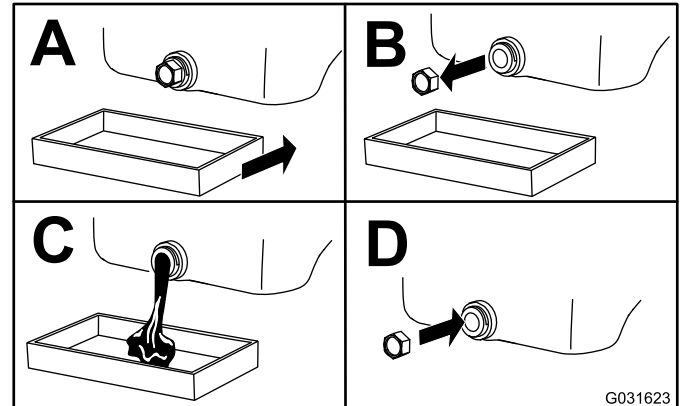

Figure 22
- A. Retirez le bouchon de vidange pour permettre la vidange de l'huile moteur existante (Figure 22).
- B. Remettez le bouchon de vidange en place (Figure 22). Serrez la bougie à 13,6 N·m (10 pi-lb).